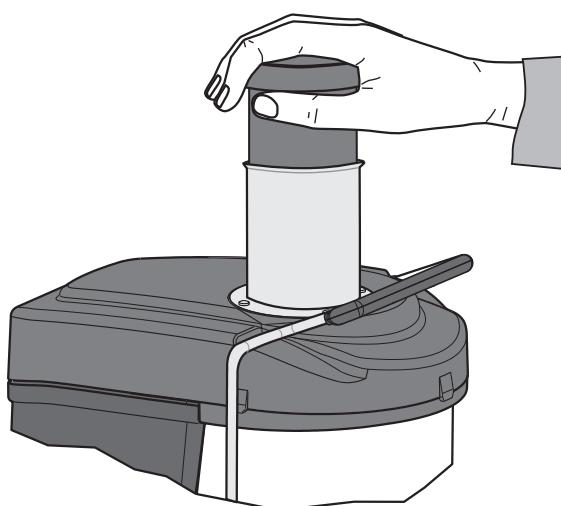

Fig. 7
- 6** Usando il pestello in dotazione, spingere gradualmente la frutta e/o la verdura in fondo al tubo di alimentazione verso il disco dentato in rotazione (vedere Fig. 7). Per ottenere più succo spingere sempre il pestello lentamente. Non inserire frutta e/o verdura quando il motore è spento.